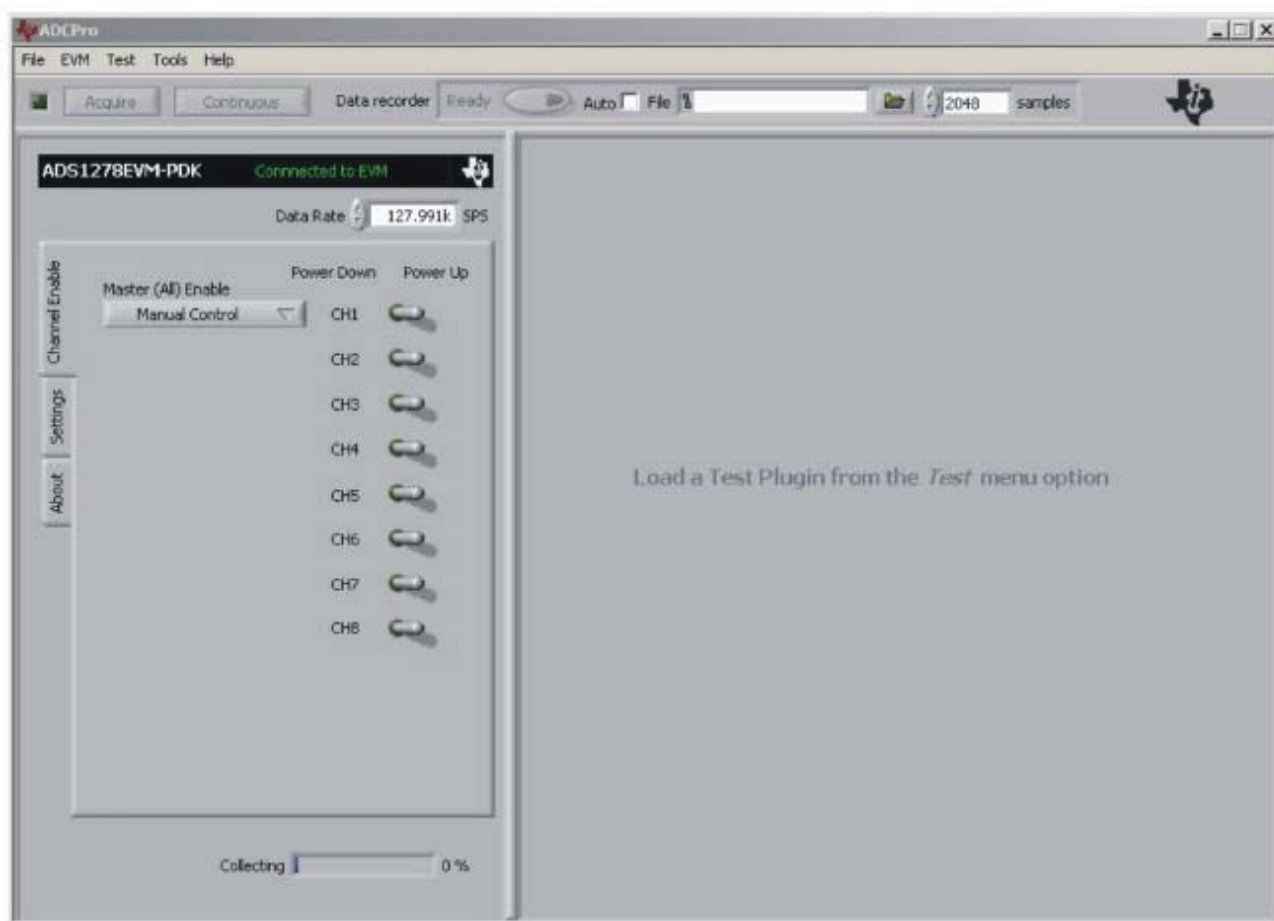

図 18 ADS1278EVM-PDKのプラグイン表示ウィンドウ
2. EVMのドロップダウンメニューから、「ADS1278EVM」を選択します。図18のように、ADS1278EVM-PDKのプラグインが左側のペインに表示されます。
ADCPro用のADS1278EVM-PDKプラグインでは、ADS1278のすべての設定にわたる完全なコントロールが利用できます。このコントロールはタブ表示式インターフェイス(図18参照)で構成され、タブごとに割り当てられた様々な機能が利用できます。このセクションでは、これらのコントロールについて説明します。